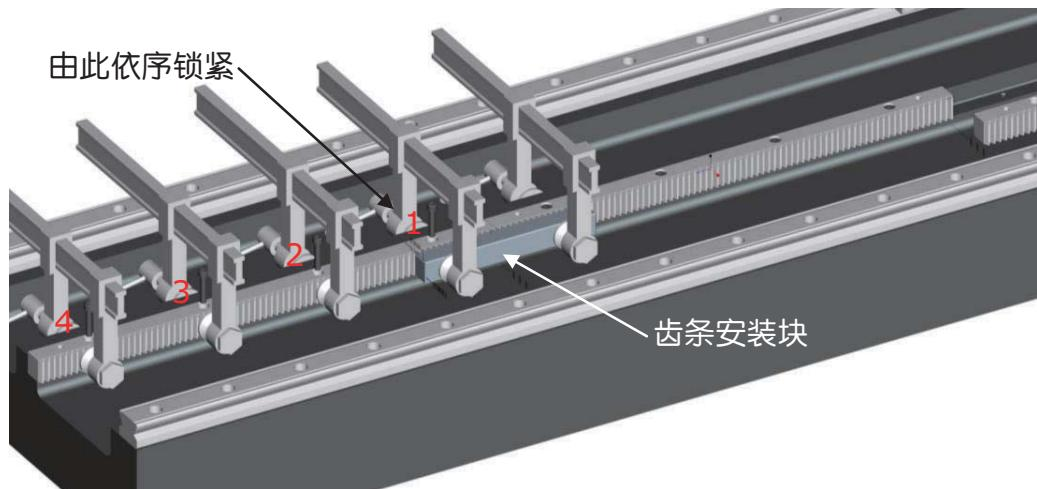

图 9
- 5.3.5 参考图 9 由离并接位置最近的第一个孔开始，依序以锁紧扭力建议值之 50 % 锁固螺丝（待齿节距调整完毕后再全部锁紧）。